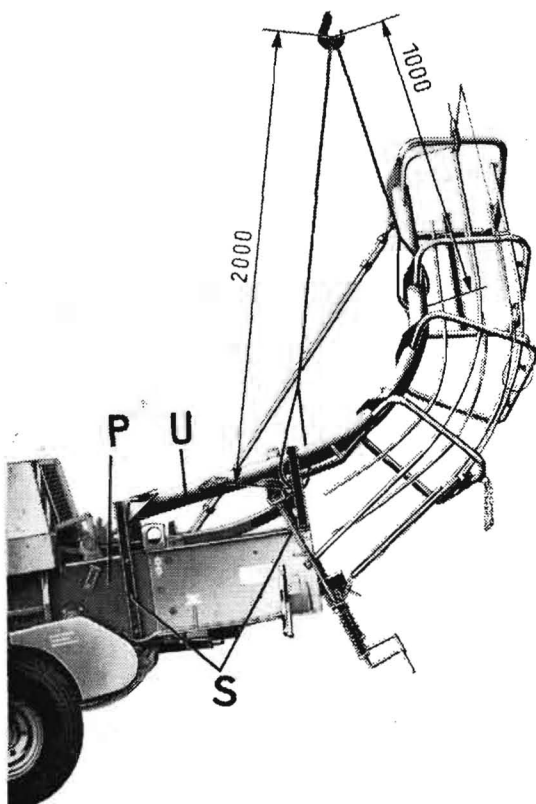

Bild 5
Das Schurrenunterteil (U) ist gemäß Bild 5 an das Hebezeug anzuhängen. Bei Einhaltung der angegebenen Anschlagpunkte und Seillängen ist eine montagegerechte Lage des Schurrenunterteils (U) zur Befestigung an das Preßkanalende (P) gewährleistet.
Die Befestigung (S) erfolgt mit Sechskantschrauben, Sechskantmutter, Federringen und Scheiben (Bild 5).